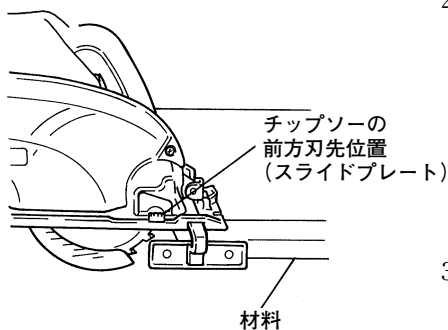

図 17
2. チップソーが材料に触れない状態でスイッチを入れます(図 17)。チップソーが全速回転になったら、そのまま本機をゆっくり前方に進め、切り終るまでこの状態を保つようにしてください。
3. ベース側部のスライドプレートの先端はチップソーの前方の位置を示します。材料を途中で切断するときなどに便利です。(図 17)